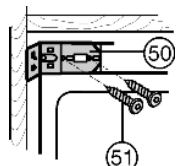
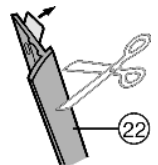

Fig. 16
Fig. 17
- ▶ Visser Fig. 16 (51) provisoirement la cornière de fixation Fig. 16 (50) au travers des trous oblongs avec l'appareil.
- ▶ Enlever le film de protection de la bande de protection Fig. 17 (22). Positionner et coller la bande sur la paroi latérale de l'appareil du côté de la poignée, de manière à ce qu'elle affleure en façade avec la face inférieure de la cornière de fixation Fig. 16 (50).
- ▶ Si nécessaire, raccourcir la bande de protection Fig. 17 (22) à la hauteur de la niche.\*